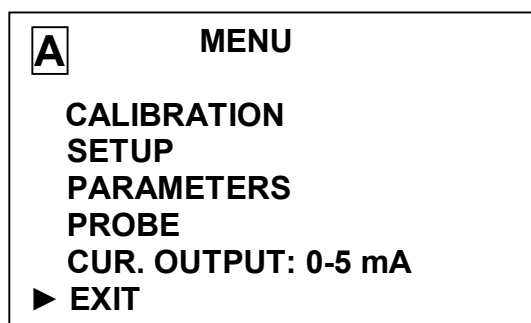

Fig. 1.9
1.5.5.3 Use of display **MENU [A]** and **MENU [B]** (Fig. 1.9)